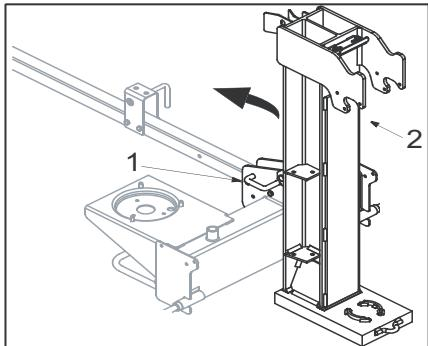

Figure 6
- Extrayez le verrouillage vertical (1) de la colonne, tournez-le vers l'arrière puis basculez la colonne à l'horizontale jusqu'à ce qu'elle encrante (Figure 6).